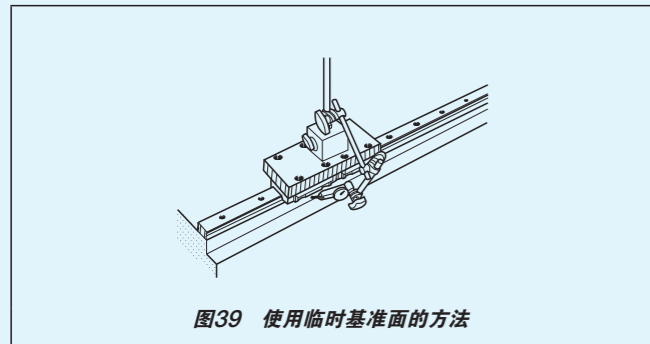

图39 使用临时基准面的方法
①使用安装基准面的方法
②使用临时基准面的方法
- 在底座的安装面附近加工临时基准面，将滑轨临时固定后，如图39所示，将测定架固定在滑块上面并使指示器接触临时基准面，从滑轨的一端开始边控制直线度，边依次固定。